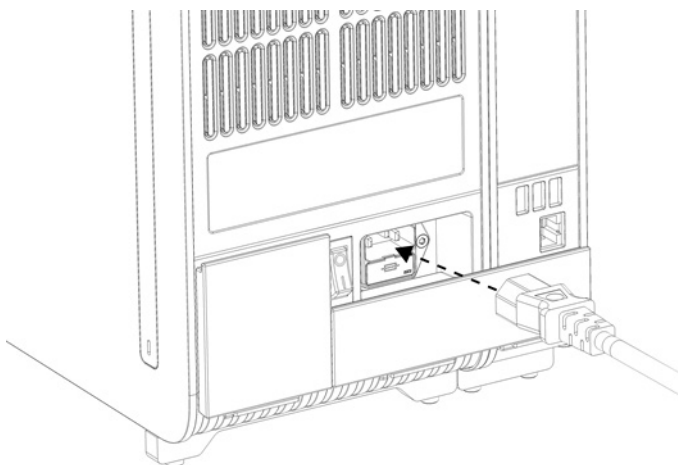

Bild 10. Ansluta nätsladden.
7. Anslut nätsladden som levererades med QIAstat-Dx Analyzer 2.0 till baksidan av den analytiska enheten (bild 10).